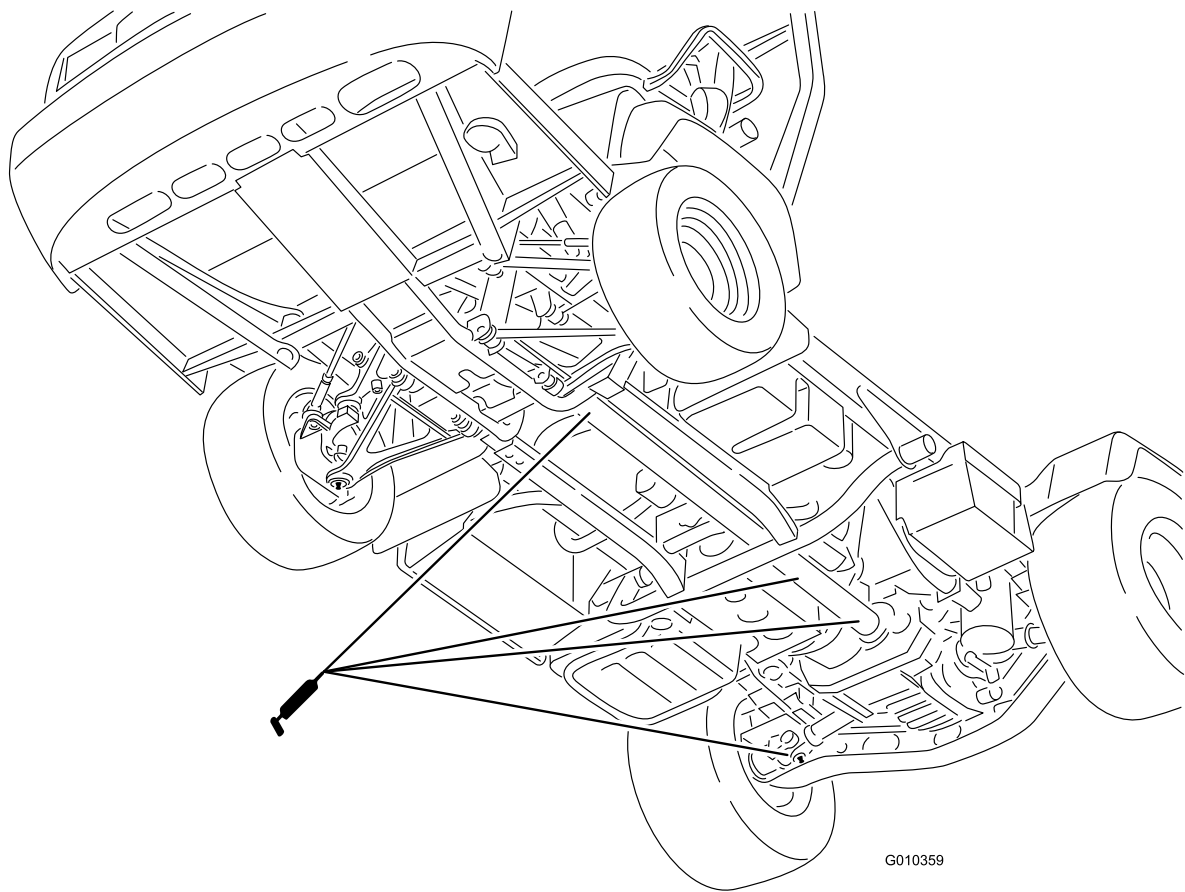

Figura 32
- Juntas em U (18); consulte Figura 32
- Eixo da tração às 4 rodas (3); consulte Figura 32